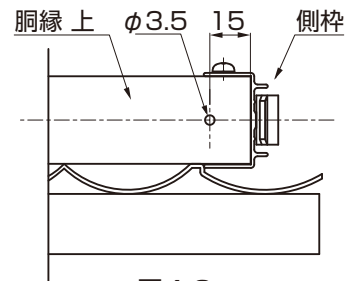

図4-2
- パネル本体を切詰めした場合、胴縁 上に側枠上キャップ取付孔φ3.5をあけて、側枠上キャップを取付けてください。（図4-2参照）